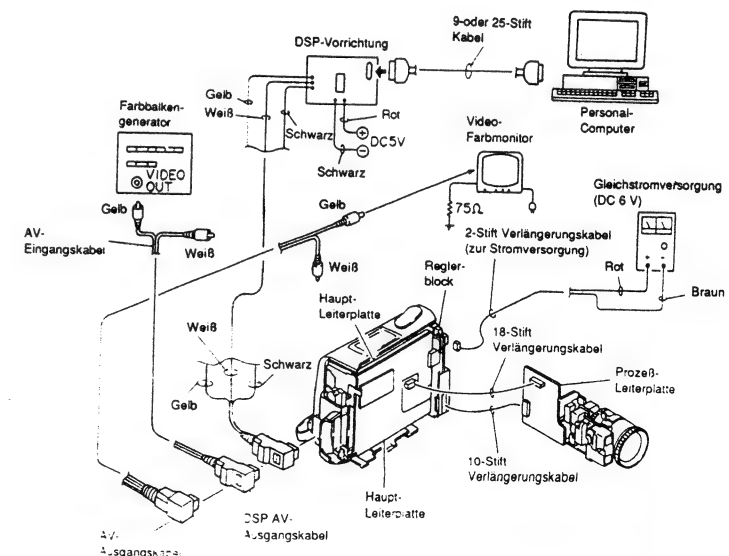

Abb. 4-1
Zuerst die nachfolgend aufgeführten Komponenten gemäß KAPITEL 2 DEMONTAGE ausbauen (siehe Abb. 4-1).
- 3) Diese Einheit, eine Stromversorgung und einen Video-Farbmonitor verbinden, wie es in Abb. 4-1 dargestellt ist.